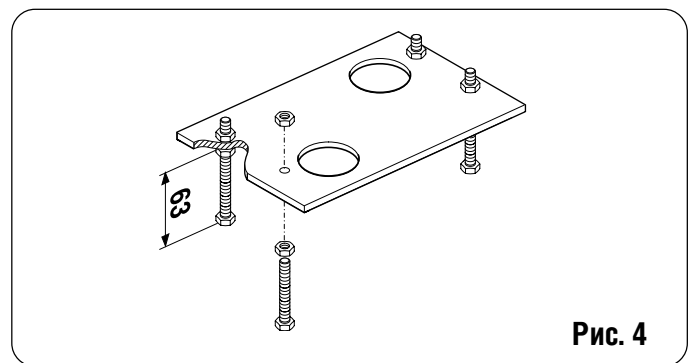
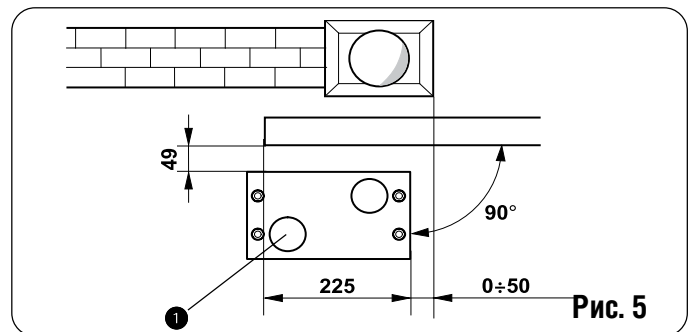
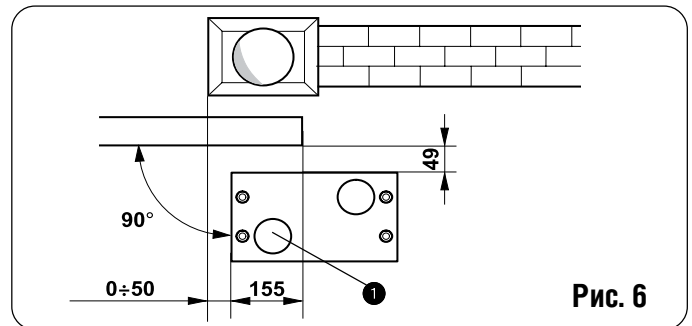

Рис. 4
Рис. 5
Рис. 6
1) Установить плиту основания, как показано на рис. 4. Плита должна располагаться, как показано на рис. 5 (закрывание вправо) или рис. 6 (закрывание влево) чтобы рейка и шестеренка зацеплялись равномерно.